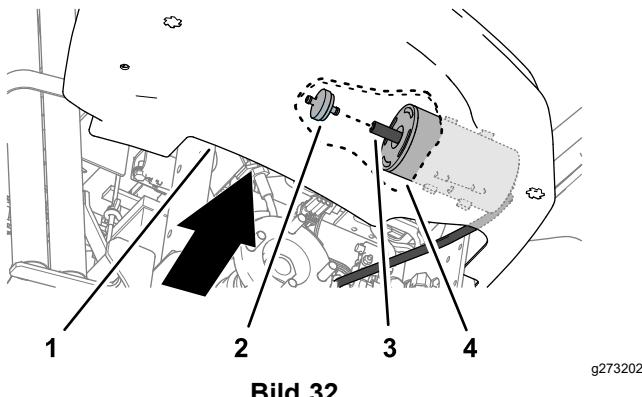

Bild 32
4. Greifen Sie um die untere Kante der Konsole herum nach hinten und ziehen Sie den Aktivkohlefilter rückwärts heraus, aus dem Schlauch am Ende des Aktivkohlefiltereinsatzes (**Bild 32**).
5. Setzen Sie einen neuen Aktivkohlefilter in den Schlauch am Ende des Aktivkohleeinsatzes ein (Bild 32).